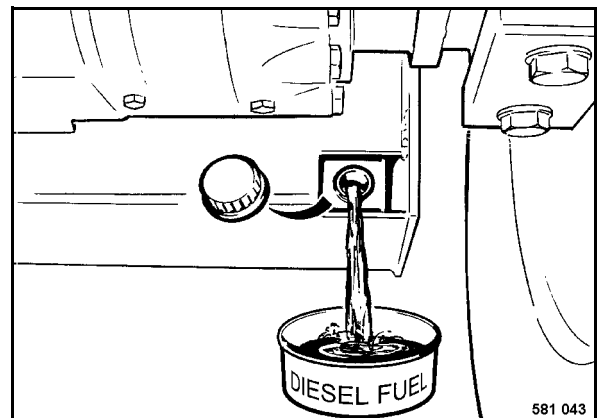

Fig. 168
- Desenroscar la tapa de cierre (Fig. 168) y descargar unos 5 litros de combustible.